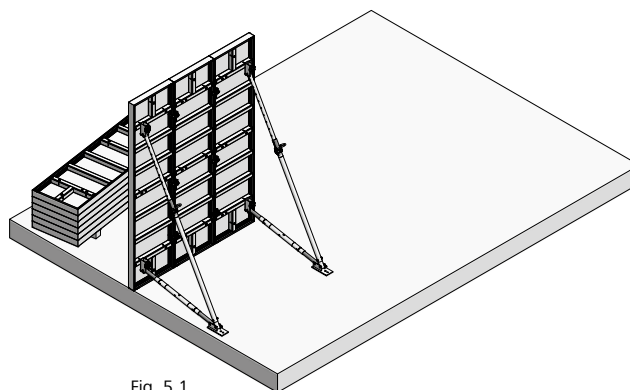

Fig. 5.1
2. Mettre en place le premier panneau et le fixer au sol ou à un lest béton avec deux étais combinés TP 250, pour le sécuriser contre tout risque de basculement (Fig. 5.1). La fixation de la platine d'embase au sol, voire au lest béton, doit résister aux forces. Dans la terre, l'ancrage est réalisé avec deux piquets ; dans le béton avec deux goujons pour charges lourdes.